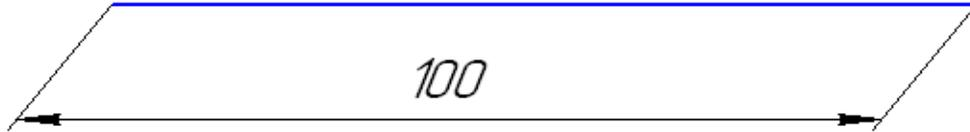

Рисунок 53. Наклонный размер.
Рассмотрим пример, показывающий создание наклонного линейного размера (рис. 53).
8. Щелкните на кнопке «*Создать объект*», чтобы завершить построение размера. Полученный размер должен напоминать показанный на рис. 53.